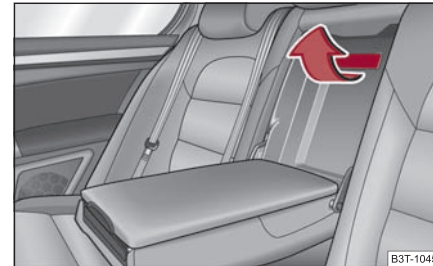

Fig. 120 Sièges AR: Poignée du couvercle
- Tirez la poignée à fond vers le haut et ouvrez le couvercle vers le bas ⇒ page 103, fig. 120.